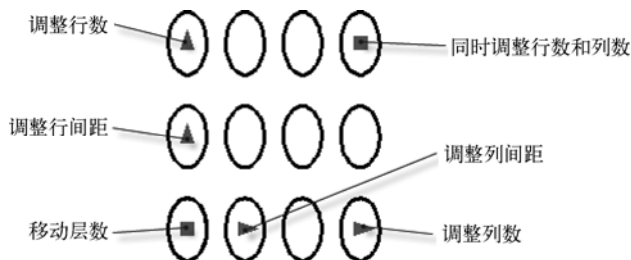

图 4-31 使用夹点调整阵列参数
- 3 在阵列预览中, 拖动相应的夹点以调整间距以及行数和列数, 如图 4-31 所示。还可以在“阵列创建”上下文选项卡中修改相关的值。